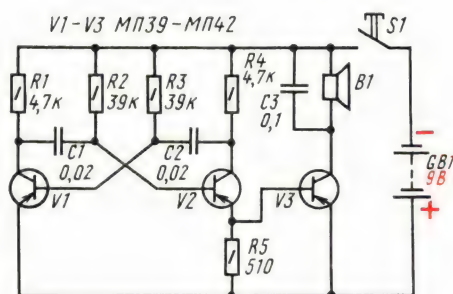

Рис. 270. Электронный звонок
**Электронный звонок.** Мультивибратор можно применить для квартирного звонка, заменив им обычный электрический. Собрать же его можно по схеме, показанной на рис. 270. Транзисторы V1 и V2 работают в симметричном мультивибраторе, генерирующем колебания частотой около 1000 Гц, а транзистор V3 — в усилителе мощности этих колебаний. Усиленные колебания преобразуются динамической головкой В1 в звуковые колебания.